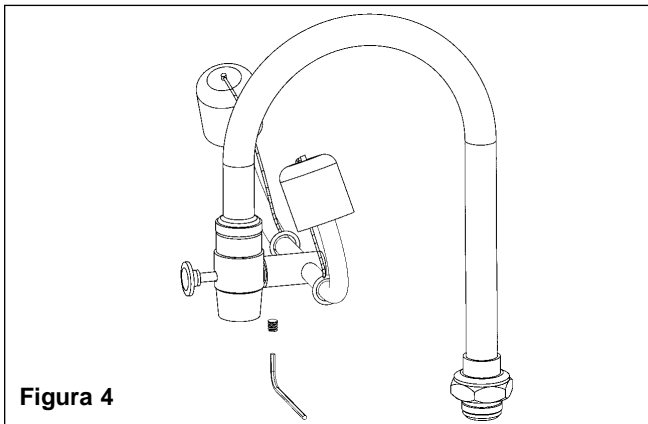

Figura 4
2. Acoplar el conjunto de horquilla del lavajos a la conexión del adaptador del lavajos (ver la figura 4). Asegurarse de que las boquillas rociadoras estén orientadas hacia los ojos del usuario.